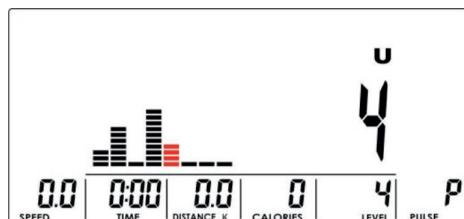

Abbildung 16
1. Verwenden Sie die Tasten UP / DOWN, um den Modus auszuwählen: Benutzerprogramm (U). Drücken Sie MODE, um Ihre Auswahl zu bestätigen.
2. Verwenden Sie die Tasten UP / DOWN, um ein Benutzerprofil zu erstellen (Abb. 16). Passen Sie die Widerstandsstufe in jeder der 8 Spalten Ihres Anwenderprogramms an. Halten Sie MODE 2 Sekunden lang gedrückt, um den Vorgang zu beenden, während Sie die Einstellungen programmieren.